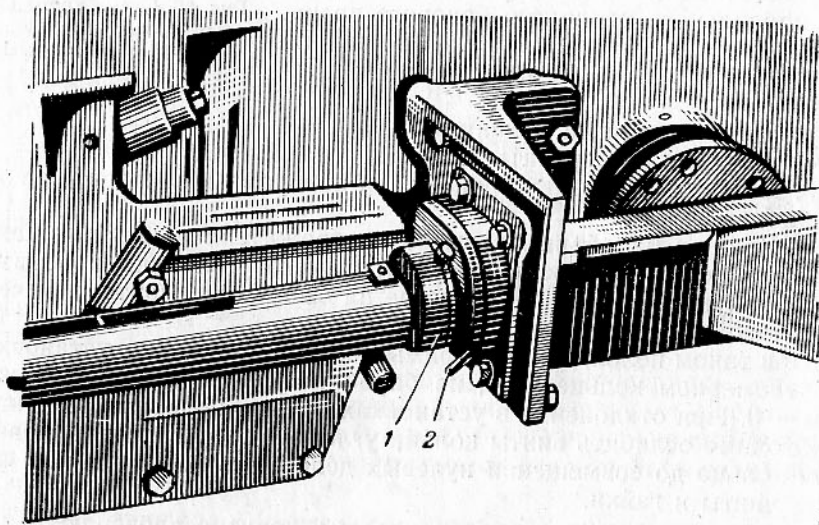

Рис. 70. Установка пулемета ДТМ, спаренного с пушкой:
Повернуть зажимное кольцо 2 (рис. 70) за рукоятку против хода часовой стрелки так, чтобы выступы в планшайбе 1 пулемета совпали с вырезами в зажимном кольце, и снять пулемет.
1. Повернуть зажимное кольцо 2 (рис. 70) за рукоятку против хода часовой стрелки так, чтобы при установке пулемета планшайба 1 своими выступами свободно вошла в промежутки между выступами зажимного кольца. Установить пулемет до упора и повернуть рукоятку зажимного кольца по ходу часовой стрелки до отказа.